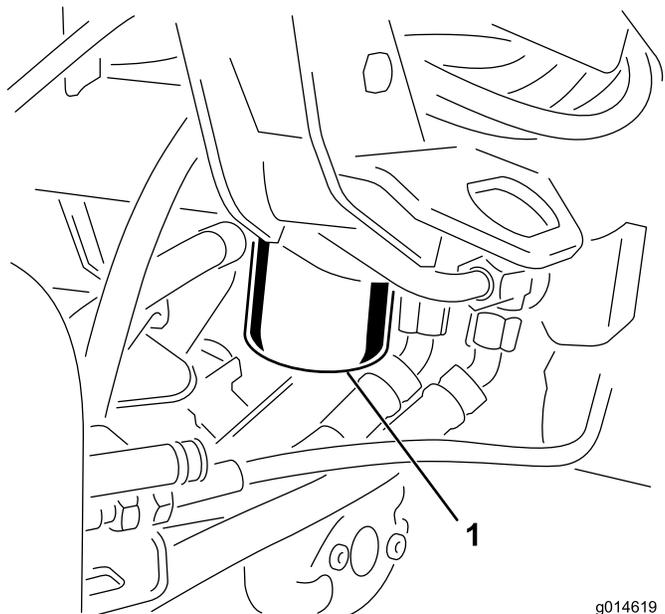

Рисунок 49
1. Очистите область вокруг места крепления фильтра (Рисунок 49). Поместите сливной поддон под фильтр, а затем снимите фильтр.